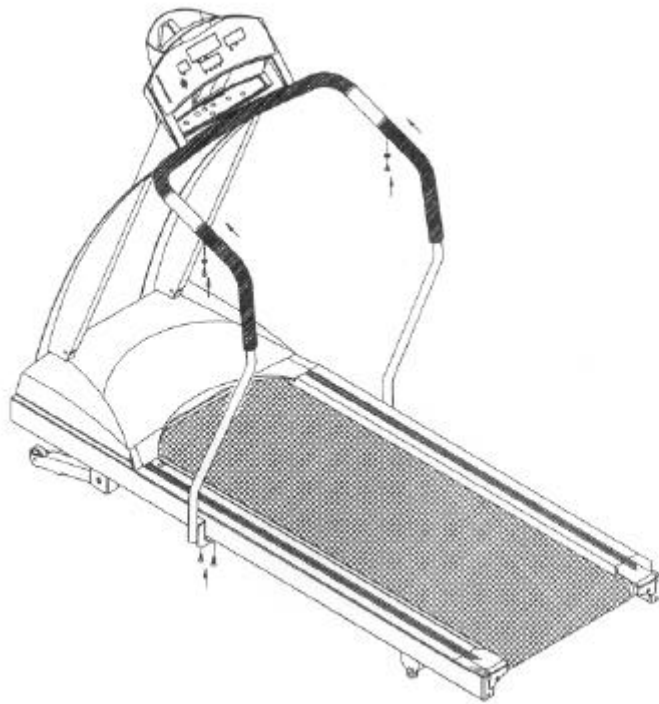

Fig.8
9. Plaats nu de handrails in de handvaten en maak deze vast met de bijgeleverde schroeven. Als laatste moet u nu de handrails klem m.b.v. de schroeven vastdraaien. (zie fig. 8)